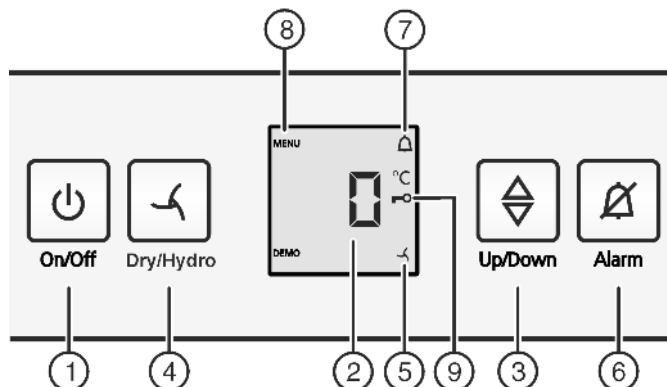

Fig. 2
- ▶ Taste On/Off Fig. 2 (1) drücken.
- ▶ Einstellmodus aktivieren: Taste Dry/Hydro Fig. 2 (4) ca. 6 s drücken.
- ▷ Das Symbol Menu Fig. 2 (8) leuchtet.
- ▶ Die Taste Dry/Hydro Fig. 2 (4) kurz drücken, um zu bestätigen.
- ▶ Zum Einschalten der Kindersicherung Taste Dry/Hydro Fig. 2 (4) kurz drücken.
- ▷ Das Symbol Kindersicherung Fig. 2 (9) leuchtet. In der Anzeige blinkt **c**.
- ▶ Zum Ausschalten der Kindersicherung Taste Dry/Hydro Fig. 2 (4) kurz drücken.
- ▷ Das Symbol Kindersicherung Fig. 2 (9) erlischt. In der Anzeige blinkt **c**.
- ▶ Einstellmodus deaktivieren: Taste On/Off Fig. 2 (1) drücken.
- ▶ Taste Alarm Fig. 2 (6) drücken.